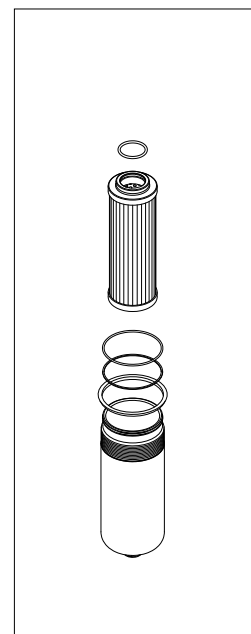

fig. 29
- (Fig. 29) Alloggiare 1°: l'anello antiestrusione e 2°: l'O-ring nella gola del contenitore, inserire l'O-ring nel cerchietto dell'elemento filtrante